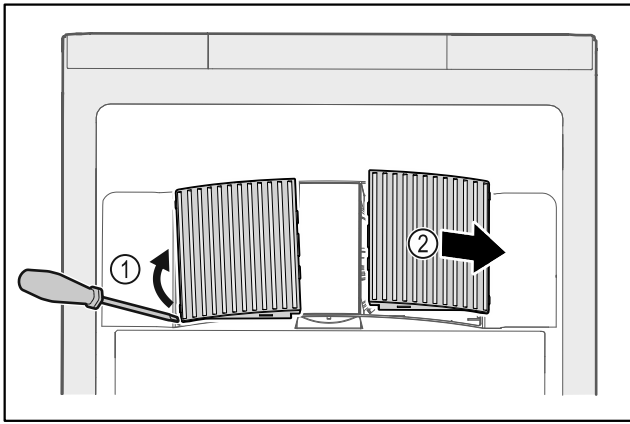

Fig. 234
- ▶ Ventilatorabdeckungen vorsichtig von der Seite heraushebeln Fig. 234 (1) und nach vorne abnehmen Fig. 234 (2).